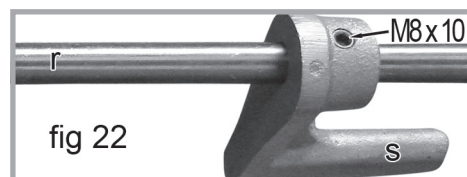

fig 22
1. Repérez la butée. Cela comprend la tige d'arrêt (r), la butée (s) et les six vis à pans creux M8 x 10 (voir fig 22).